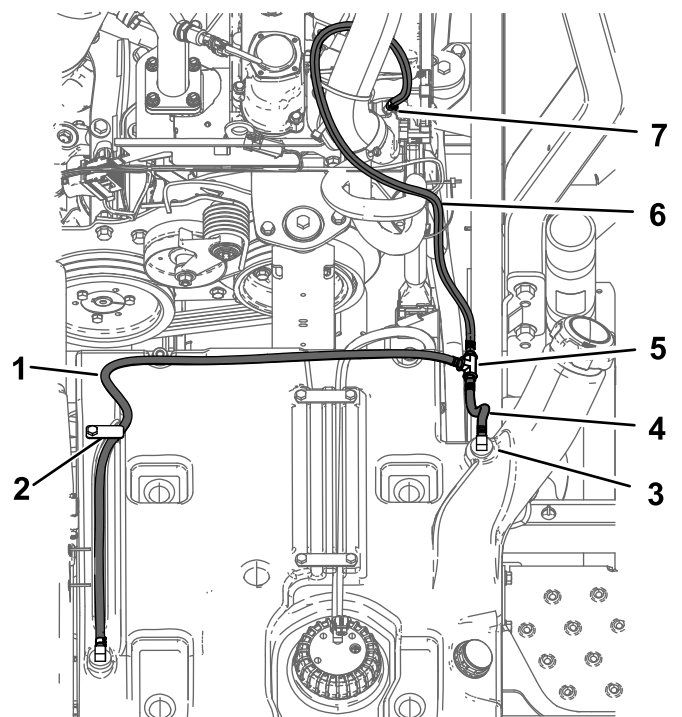

Figura 4
4. Retire la pletina de sujeción y guarde el perno (Figura 4).
5. Desconecte la manguera de combustible izquierda del acoplamiento situado cerca del cuello de llenado y el acoplamiento en T (Figura 4).
6. Desconecte la manguera de combustible trasera del orificio del colector del motor y del acoplamiento en T (Figura 4).
7. Desconecte la manguera de combustible derecha del acoplamiento delantero en el lado derecho del depósito de combustible y del acoplamiento en T (Figura 4).